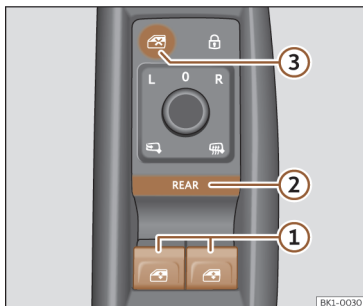

Fig. 91 Pormenor da porta do condutor: comandos das janelas.
- ① Botões dos vidros elétricos.
- ② Botão **REAR** para ativar a utilização dos vidros elétricos traseiros e a abertura e o fecho de conforto.
- ③ Botão para desativar os botões dos vidros elétricos situados nas portas traseiras.
Por defeito, os vidros elétricos das portas dianteiras podem utilizar-se com os botões >>> **Fig. 91 ①**.
REAR Pressione brevemente o botão >>> **Fig. 91 ②** para ativar a utilização dos vidros elétricos das portas **traseiras**. Quando a utilização dos vidros elétricos das portas traseiras estiver ativada, acende-se a luz do botão.
Acione o botão >>> **Fig. 91 ③** para desativar os botões dos vidros elétricos situados nas portas traseiras. Quando estes botões estão desativados, a luz do botão apaga-se.